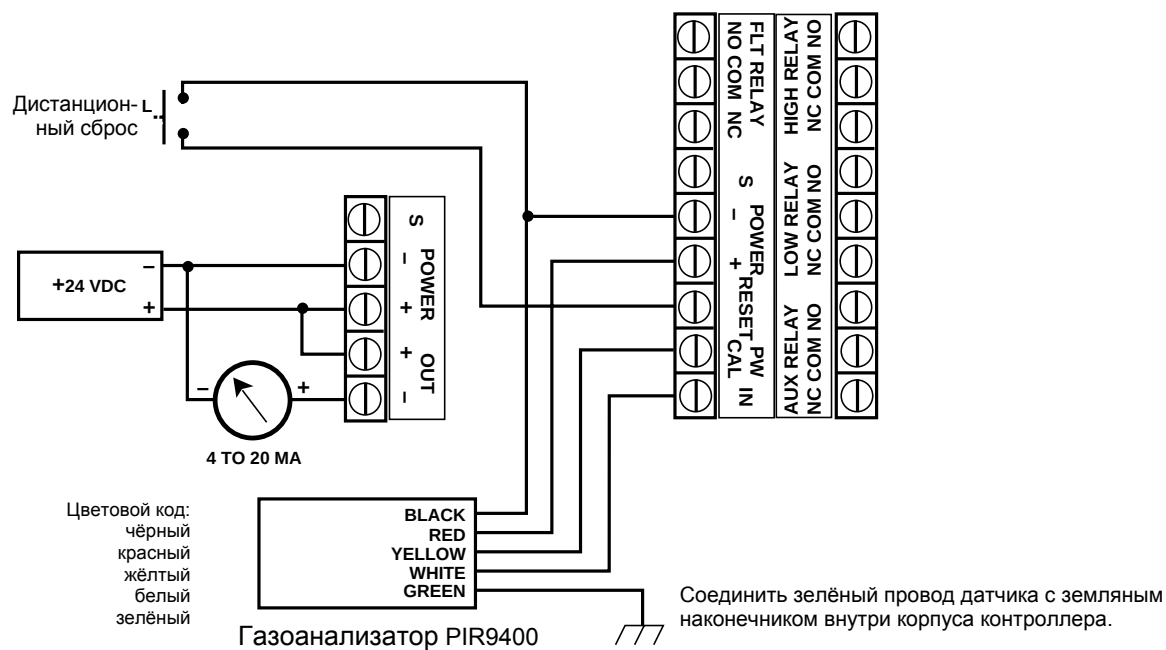

Рис. 9. Типовая схема подключения контроллера U9500 с газоанализатором PIR9400 и неизолированным токовым выходом.
- Рисунок 9 — Типовая система для контроллера с газоанализатором горючих газов PIR9400 и неизолированным токовым выходом.
В нормальных условиях кратковременное замыкание на землю контактного зажима для дистанционного сброса вызывает только приведение реле/дисплея в исходное состояние (Сброс), как показано на рис. 9. Однако, если во время настройки контроллера в режиме "EXT" "CAL" (дистанционная калибровка) была выбрана команда "YES" (Да), то выключатель дистанционного сброса дублирует функции геркона и может быть использован для выполнения калибровки.